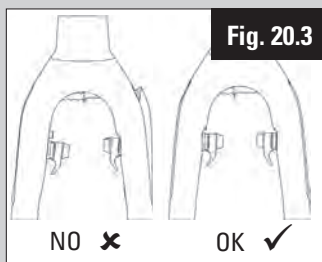

Fig. 20.3
3. Ajuste de tensión de resorte (llave Allen de 2 mm, fig. 20.3): ajuste la tensión de los resortes para hacer simétrico el movimiento de las palancas.